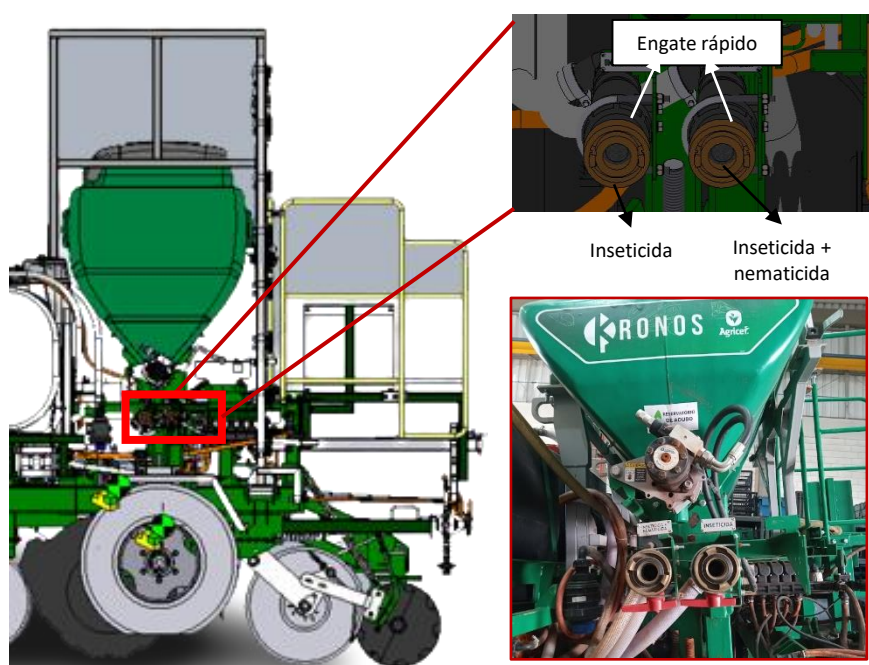

Fig. 7.1: Engates rápidos das mangueiras de abastecimento de inseticida e nematicida.
1. Com o trator e implemento desligados, encaixe a mangueira do caminhão tanque no engate do respectivo produto (Fig. 7.1);